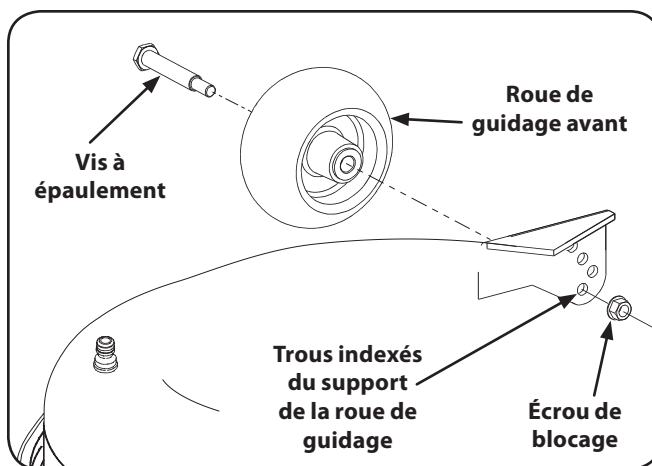

Figure 6-8
- Enlevez l'écrou de blocage qui retient l'une des vis à épaulement des roues de guidage sur le plateau de coupe. Retirez la roue de guidage et la vis à épaulement. Voir la Figure 6-8.